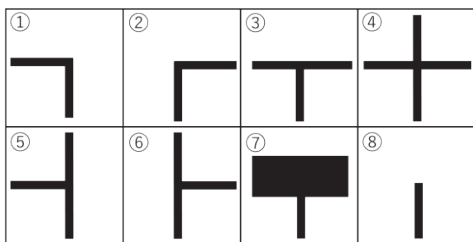

図4 迷路の探索パターン (8種類)
左手法では、次のルールに従ってゴールまでの経路を探索する。図4は、迷路探索における経路の典型的なパターンを示したものである。
最短経路の探索には、まず左手法を適用してゴールまでの経路（図4の8種類）を記憶し、その後、不要な経路を削除する。スタート地点から④②⑧②④の順で四つ角に戻ってくる、さらに、④①⑧①④の順で四つ角に戻ってくる。これら④-